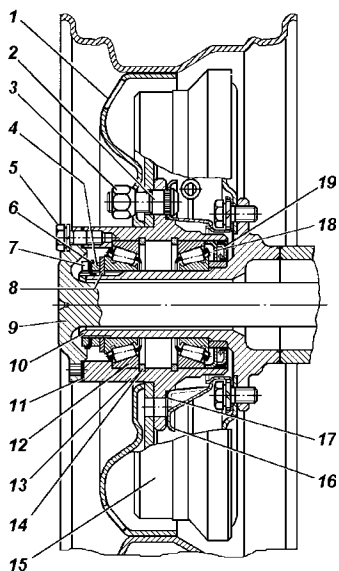

Рис. 9.53. Ступица заднего колеса:
2. Снимите колпак колеса (при комплектации легкосплавными колесами). Демонтируйте полуось 9 (рис. 9.53) заднего моста или ведущий фланец (или муфту отключения колес) у переднего моста.